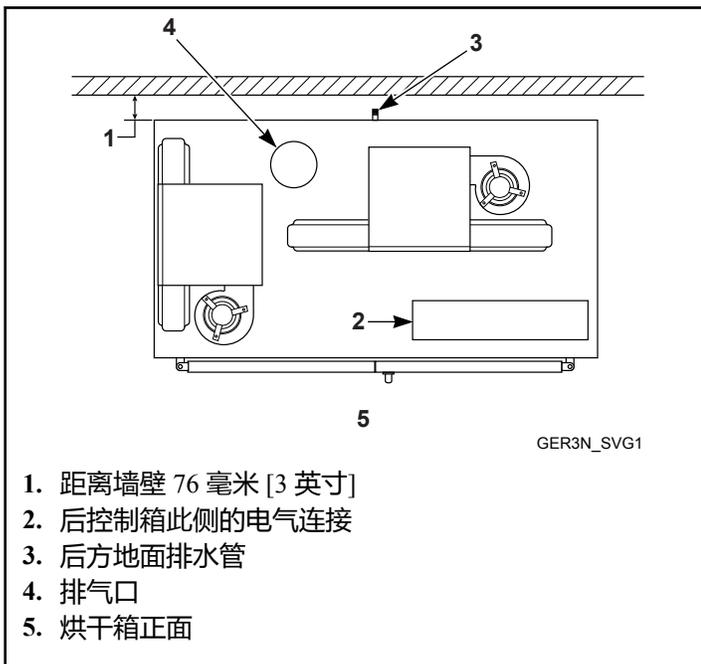

图 3
6. 机器背板距离墙壁的距离至少为 76 毫米 [3 英寸]。参考图 3。